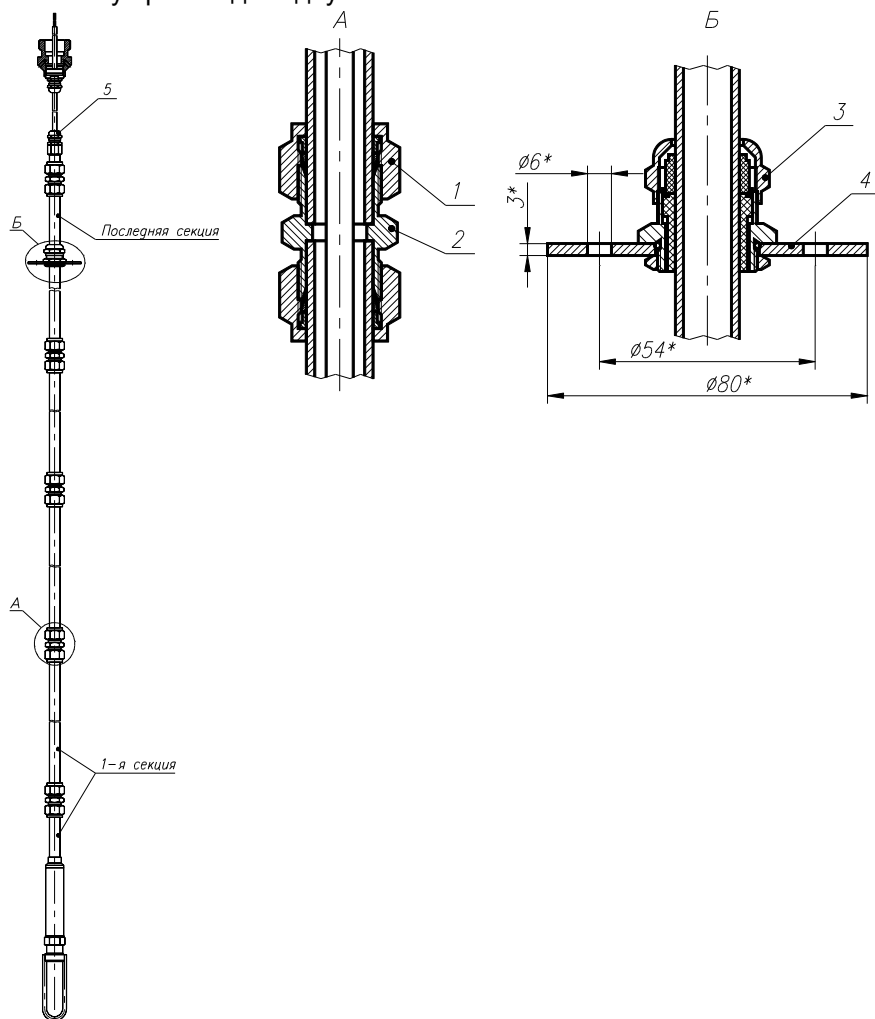

Рисунок 3.5
- 2) придерживая секцию руками, вставить в соединительный фитинг 2 (рисунок 3.5) трубу второй секции преобразователя с установленными обжимными кольцами и гайкой 1 так, чтобы переднее обжимное кольцо плотно вошло в основание фитинга 2;